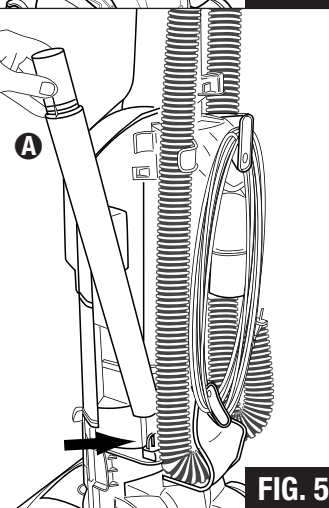

FIG. 5
- Step 8:** Store the wands **A** on the side of the vacuum in front of the hose (FIG. 5).
- Étape 8 :** Rangez les rallonges **A** sur le côté de l'aspirateur devant le tuyau (FIG. 5).
- Paso 8:** Guarde los tubos **A** en el costado de la aspiradora en frente de la manguera (FIG. 5).